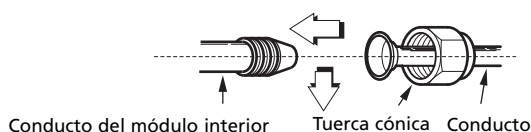

Fig. 18
- Apriete lo suficiente la tuerca abocardada con los dedos y, después, apriétela con una llave de tuercas dinamométrica, como se indica (ver figs. 18 y 19).